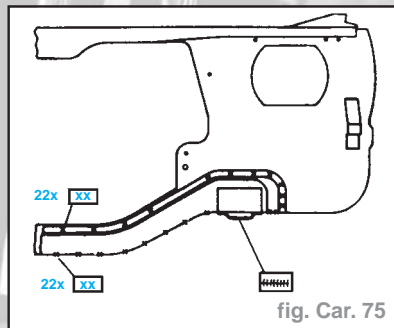

fig. Car. 75
- Déposer la traverse avant - chasser à la perceuse (fig. Car. 75).